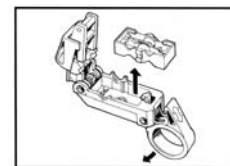

Figure 18
B. Schieben Sie den Griffing in Pfeilrichtung und drücken Sie die Kassette durch das im Gehäuseboden befindliche Loch mit einem Gegenstand aus dem Gehäuse (Abb. 18). Nutzen Sie alle Messerflächen bis sie stumpf geworden sind.